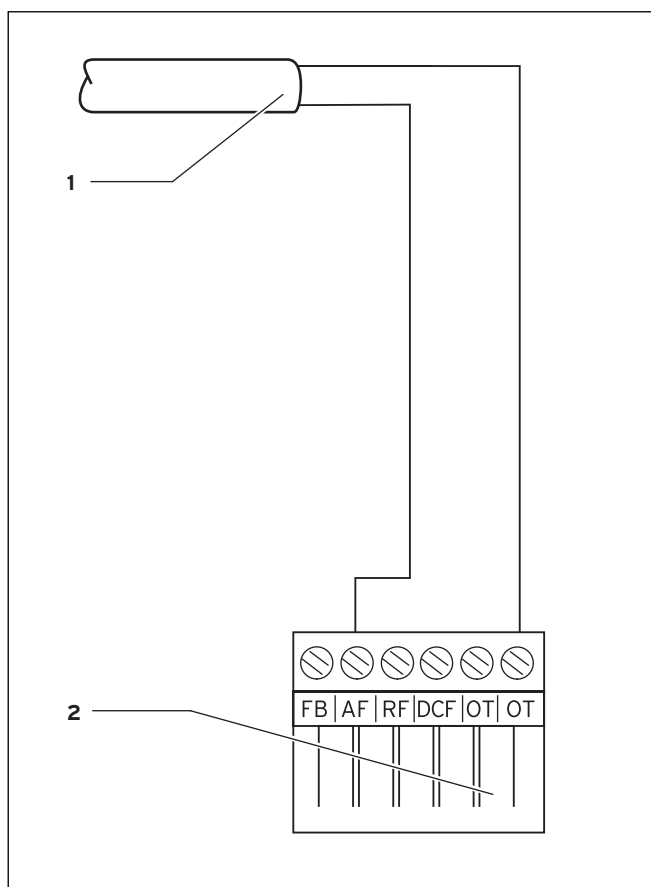

Fig. 5.2 Elektrisk tilslutning af udeføleren VRC 693
- ⇒ Slut tilslutningskablet til klemmerne på den 6-polede kantkonnektor i henhold til fig 5.2.